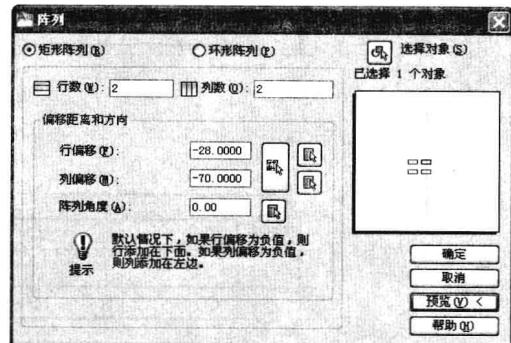

图 11-1-13
(14) 在“修改”面板中，单击“阵列”按钮 \square\square ，打开“阵列”对话框，选择“矩形阵列”单选按钮，单击“选择对象”按钮 \circleddash ，单击移动后的圆，按Enter键；“行数”和“列数”均设为2；“行偏移”设为-28，“列偏移”设为-70，对话框中预览窗口显示出排列的效果，如图11-1-13所示。